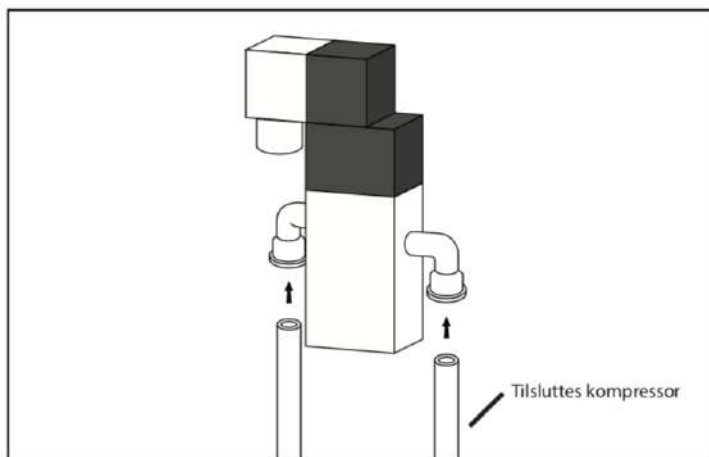

Fig. 24 – Tilslutning af luftslange fra kompressor og låsesystem
27. Monter nu luftslangen i udløseren, før den videre over til liften sammen med olieslangen og i t-stykke. (Se Fig. 24,24.1 og 24.2)